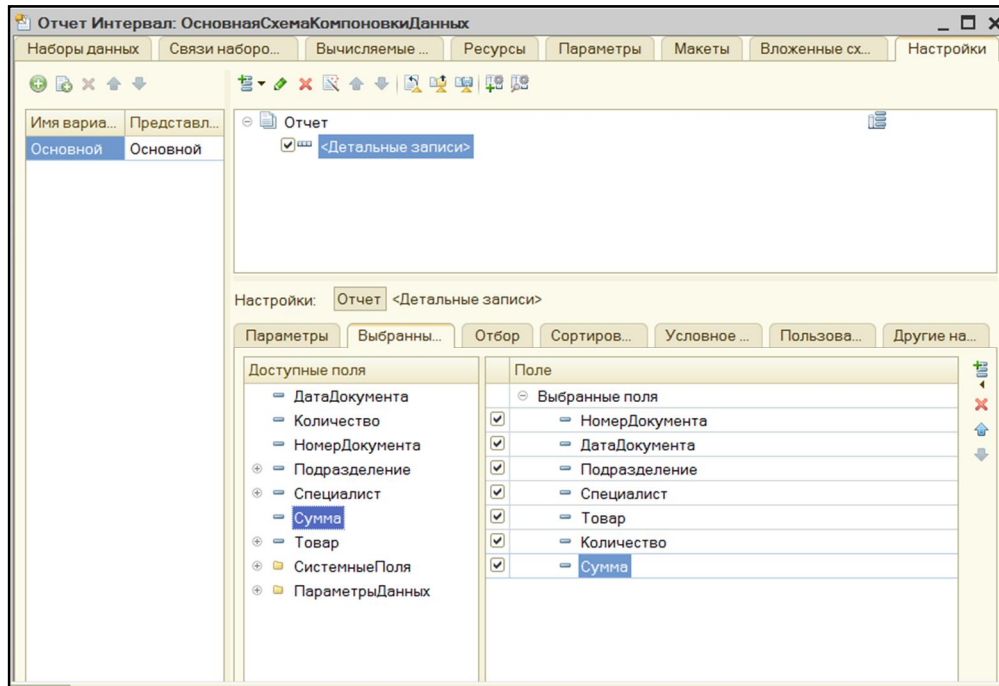

Рис. 52. Вкладка «Настройки» окна конструктора запроса «Интервал»
2) Отключить флажки «Ограничение доступа» на вкладке «Параметры». На вкладке «Настройки» добавить «Детальные записи», «Выбранные поля» (рис. 52), установить флажки «Включать в пользовательские настройки».